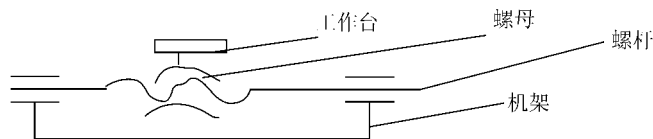

图 1-1-2
20. 下列实物:①牛头刨床 ②机械式钟表 ③电动机 ④台式钻床中,()个是机器。
22. 如图 1-1-2 所示螺旋机构(车床溜板)是由()个构件组成。